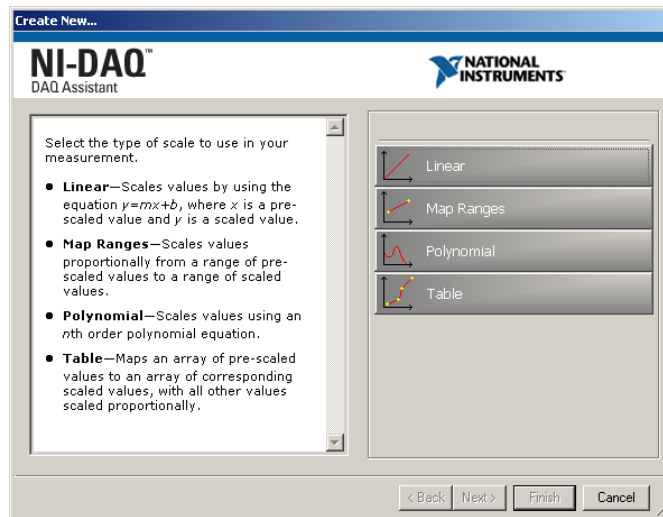

Figure 3. Mise à l'échelle personnalisée dans l'assistant DAQ
3. Dans **Paramètres >> Echelle utilisateur** la valeur devra être : "<Pas d'échelle>". Cliquer sur la flèche qui descend et sélectionner **Créer Nouveau**. L'écran de la figure 3 va apparaître.